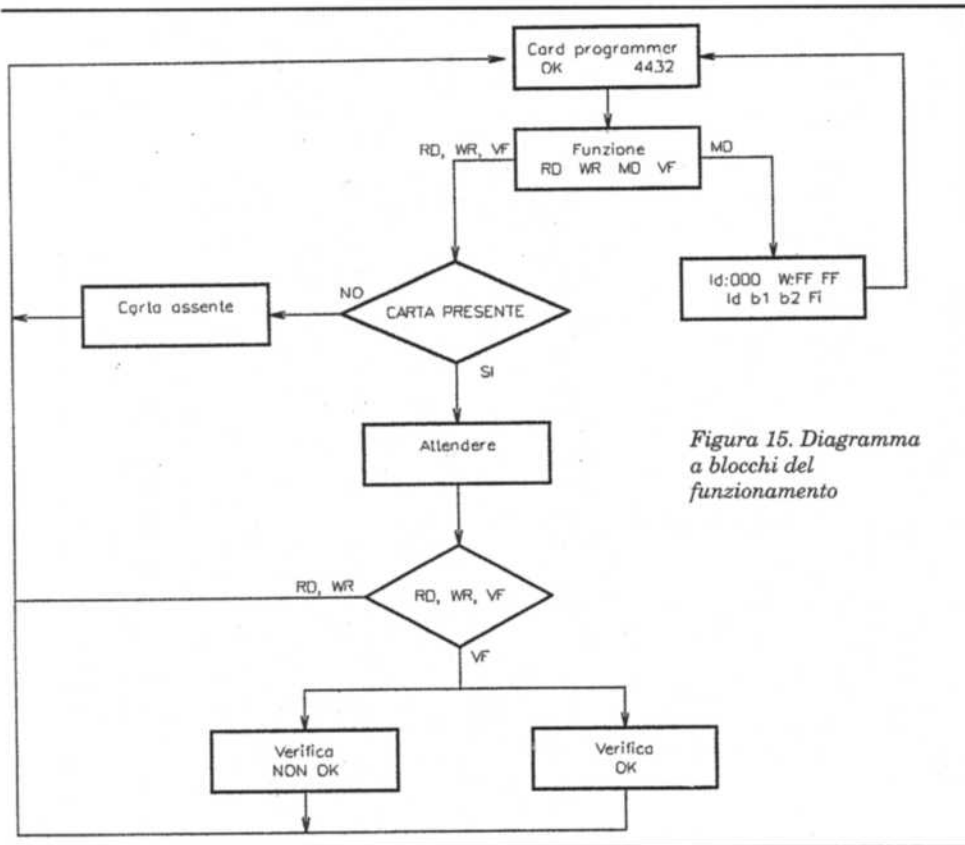

Figura 15. Diagramma a blocchi del funzionamento
In Figura 15 possiamo vedere un diagramma a blocchi in cui, per semplicità, abbiamo riportato quasi esclusivamente le frasi che vengono visualizzate sul display in funzione dei vari eventi.
Per collaudare il programmatore, occorre fornire alimentazione e verificare che appaia la schermata iniziale descritta in Figura 15.
Poi dovremo procurarci una carta tipo SLE4432 o vergine o già programmata e, premuto il pulsante P1, ci troveremo nella seconda schermata di Figura 15. A questo punto l'operazione più logica sarà quella di leggere il contenuto della carta, dando il comando di lettura (RD) con P1.